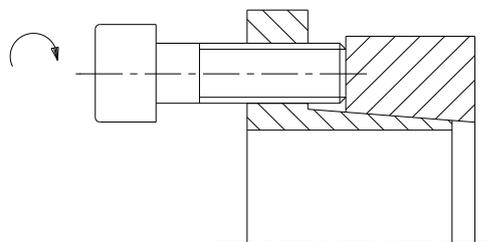

Bild 5: Lösen des Spannsatzes KTR 203
- Spannschrauben in die Abdrückgewinde des Innenringes (Bauteil 2) einschrauben (siehe Bild 5).